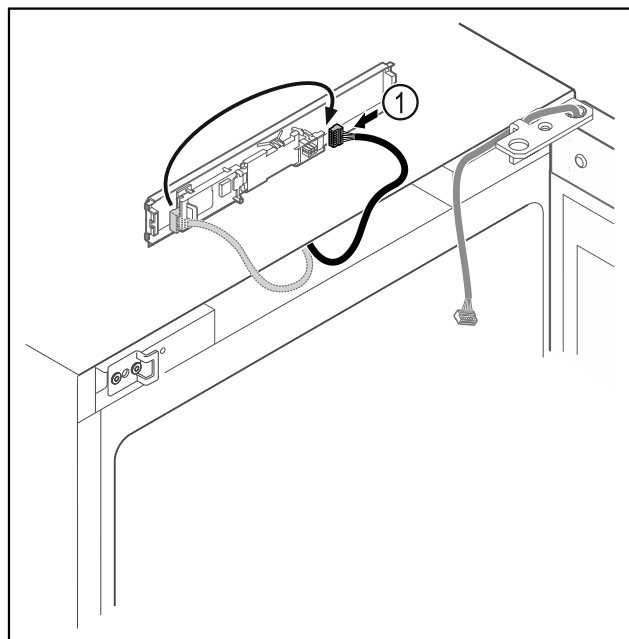

Fig. 15
- ▶ Vtič Fig. 15 (1) ponovno povežite s tiskanim vezjem.